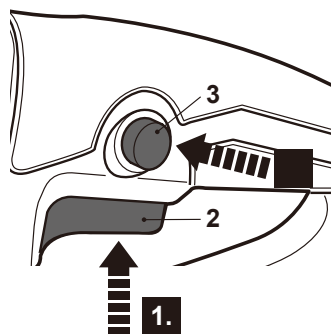

Fig. 11
- > Mettez l'appareil en marche en appuyant sur le bouton marche/arrêt [2] et maintenez celui-ci dans cette position (Fig. 11, étape 1).
- > Appuyez sur le bouton de verrouillage [3] et maintenez-le en position afin de verrouiller le bouton marche/arrêt [2] (Fig. 11, étape 2).